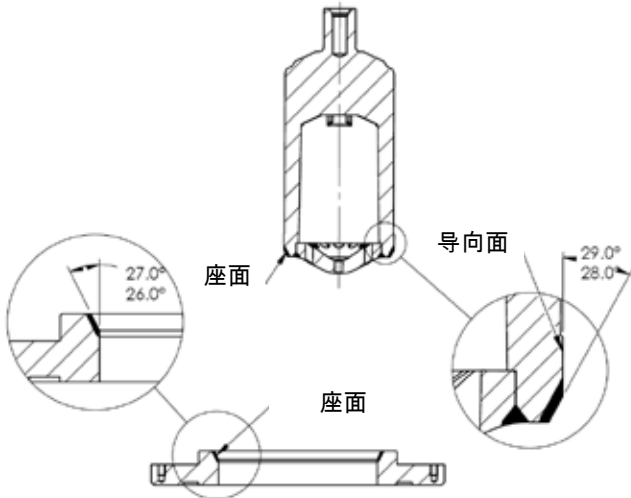

图 3
3. 将阀座环 (5) 或阀座环扩散器 (未显示) 放置在阀体内，注意保持座面角度向上。
5. 按照阀芯组装说明，将阀笼 (4) 和 (如适用) 笼挡圈 (未显示)，以及阀芯总成 (产品 6、8 和 9) 组装入阀体 (1)。
6. 组装阀盖 (2) 和导套 (7)。
7. 在阀芯杆 (8) 螺纹上放置适当工具，以便能够手动旋转。
11. 研磨后，拆解零件进行清洁，然后重新组装，确保座面倾角在容差范围内。请参见图 3。